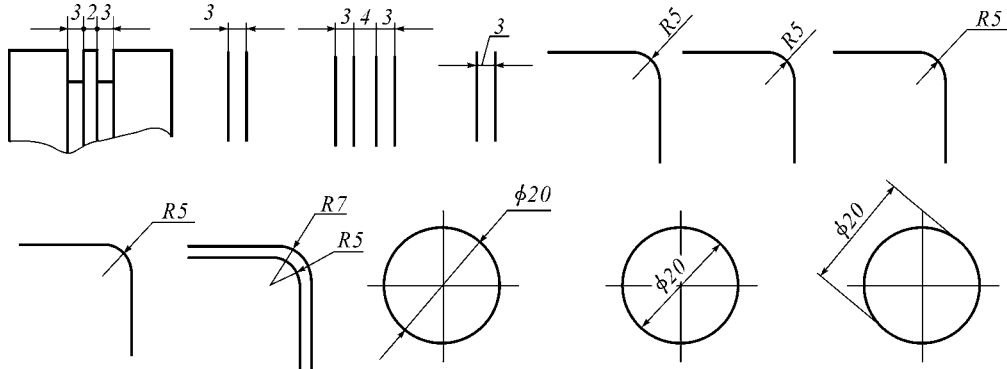

图 1-7 小尺寸标注
(8) 标注参考尺寸时,应将尺寸数字加上圆括弧。
(9) 标注板状零件的厚度时,可在尺寸数字前加注符号“t”。
(10) 小尺寸的尺寸标注方法。在图样上标注尺寸时,如果没有足够的位置画箭头或注写数字时,可按照如图 1-7 所示的形式标注。